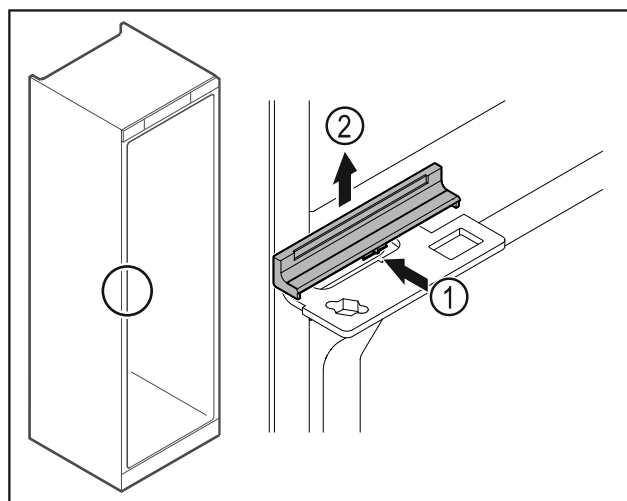

Fig. 47
- 轻轻压入中间的盖板 Fig. 47 (1)并朝上取下 Fig. 47 (2)。